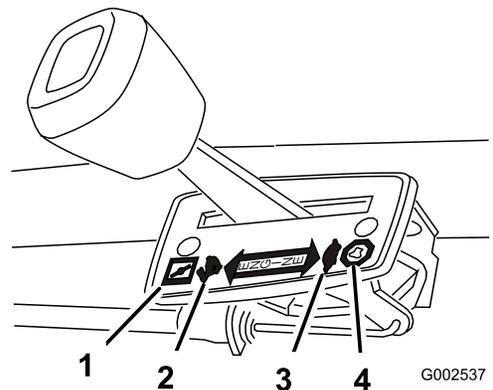

Bild 9
Die Gasbedienungseinstellungen werden in (Bild 9) dargestellt.
3. Stellen Sie den Gasbedienungshebel auf Choke (Bild 9).